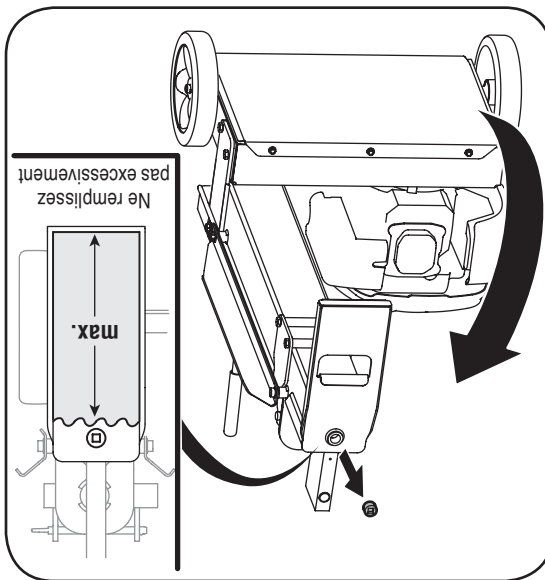

Figure 3-1
1. Retirez le bouchon d'huile qui se trouve sur l'extrémité de la poutre. Voir la Figure 3-1.